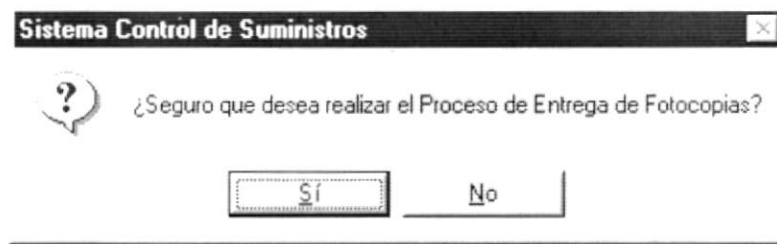

Figura 9.48 Mensaje de Confirmación
7. si todo está correcto entonces, responda la pregunta de la **Figura 9.48** para que se actualicen los registros.
2. Si todo esta correcto presione el botón  Para que el sistema registre la entrega. Responda la pregunta de la **Figura 9.48** para que se actualicen los registros.